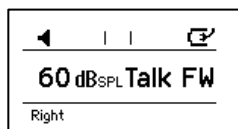

Рис. 6
На устройстве МА 25е для включения функции «Микрофон врача» следует удерживать нажатым регулятор **Порог слышимости, дБ** (2). Вращением регулятора в режиме микрофона врача регулируется громкость, с которой врач общается с пациентом (Рис. 6).